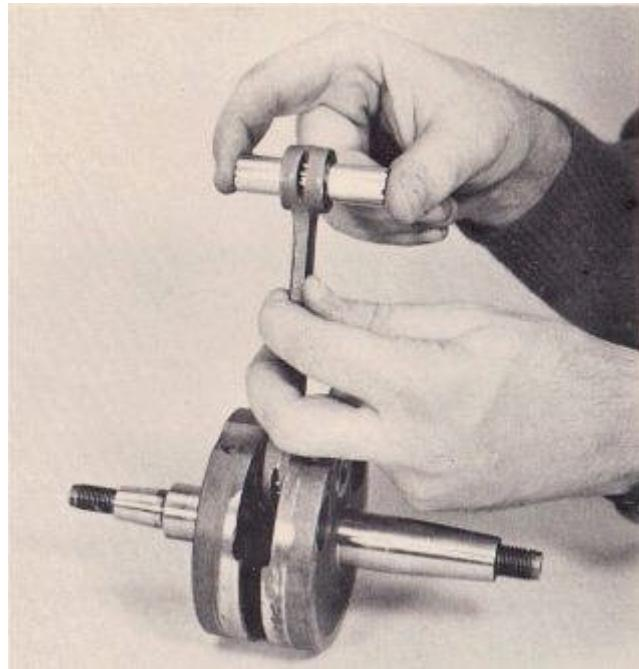

FIG. 22
5. El cojinete de bulón debe ser chequeado por los daños o desgaste. Limpie el interior del extremo pequeño de la biela, bulón y el cojinete de bulón. Ponga el rodamiento en el extremo pequeño de la biela, luego inserte el bulón. Colocar el bulón de manera que el área de la clavija que los rodamientos de agujas paseo en se centra en la presión. Sostenga la varilla firmemente con una mano y trate de mover el bulón en todas las direcciones para verificar si el aclaramiento (fig. 22). Si se puede detectar cualquier juego notable en esta asamblea, sustituir el bulón y cojinete y vuelva a comprobar. Si no hay juego notable es entonces evidente, el antiguo conjunto biela pueden ser retenidos, usando una nueva bulón y el rumbo.